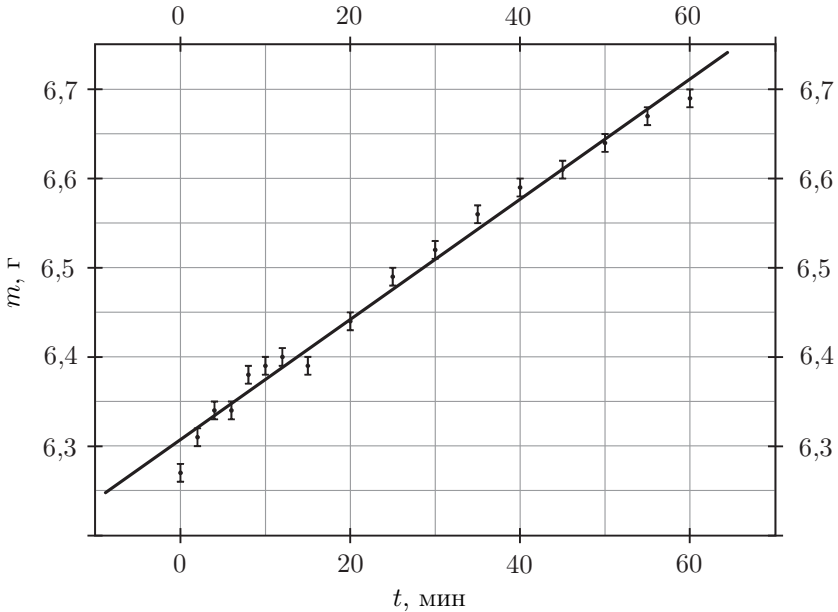

Рис. 8
3. По данным из таблицы 1 строим график зависимости показаний весов от времени (рис. 8) и по угловому коэффициенту наилучшей прямой определяем величину  $\beta$ :